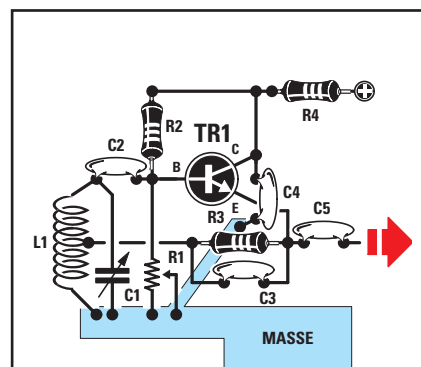

Figure 294: Toutes les extrémités des résistances ou des condensateurs présents dans notre oscillateur sont reliés à une unique piste de masse (R1, C4).
- 3 - Les extrémités des résistances et du condensateur allant à la masse ne doivent pas être reliées au hasard à une piste quelconque de masse (figure 293), car l'étage oscillateur risquerait de produire une infinité de fréquences indésirables. Tous les composants d'un étage oscillateur doivent être reliés à une unique piste de masse. La figure 294 vous donne un exemple dans lequel C4 est relié à la même piste de masse que L1, C1 et R1.